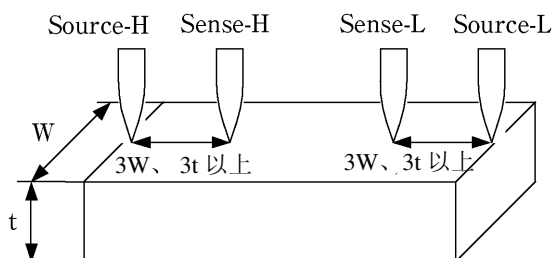

图 8. 被测对象有一定宽度或厚度时的探测位置
为了避免这种影响，最好使用本公司 9453 4 端子测试线等，在电流注入点的内侧检测电压。总而言之，在超出被测对象宽度 (W) 或厚度 (t) 的内侧，电流分布应该是一样的。如图 8 所示，SENSE 端子最好配置在和 SOURCE 端子有 3W 或 3t 之差的内侧。